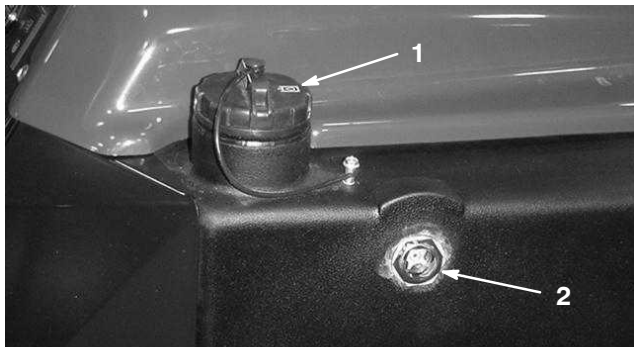

Figure 27
2. Contrôlez le niveau de liquide à travers le viseur (Fig. 27). Le niveau doit atteindre le bas du viseur lorsque le liquide est froid et le centre du viseur lorsque le liquide est chaud.
3. Si le niveau de liquide froid est en dessous du bas du viseur, retirez le bouchon du réservoir de liquide hydraulique (Fig. 27) et versez lentement du liquide hydraulique de haute qualité dans le réservoir jusqu'à ce que le niveau atteigne le bas du viseur. **Ne remplissez pas excessivement.**